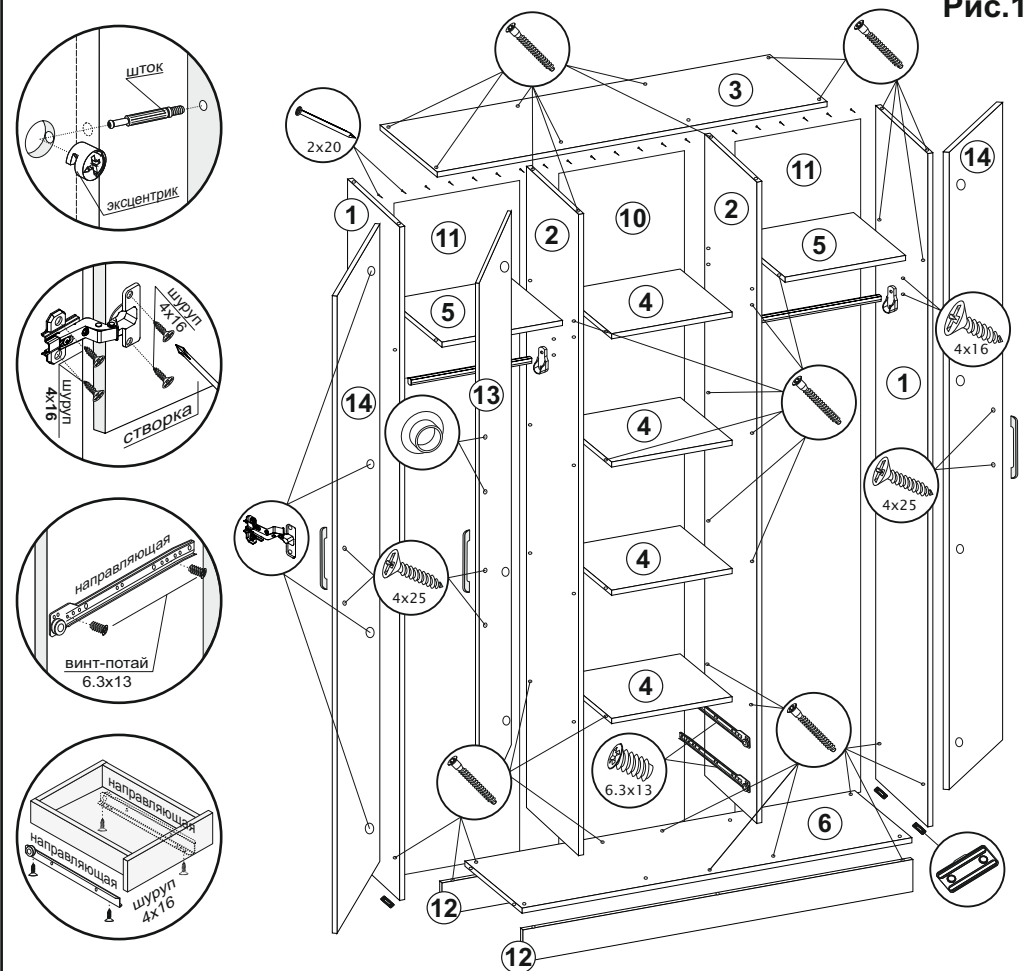

Рис. 1
- К поперечинам (2) прикрутить направляющие винтами 6.3x13 по наметкам (рис. 1).
- Соединить боковины (1), поперечины (2), стяжки (3,4,5,6), крышу (3) и цоколи (12) еврошурупами (рис. 1).
- Перевернуть изделие лицевой частью вниз и измерить диагонали секции (они должны быть равны: ± 2 мм). Прибить гвоздями 2x20 подпятники и заднюю стенку из ДВП (10, 11) (рис. 1).
- Шурупами 4x16 прикрутить скалкодержатели к боковинам (1) и поперечинам (2), затем установить скалку (рис. 1).
- Установить короб шкафа на постоянное место. Навесить створки (13,14), используя петли и шурупы 4x16 (рис. 1). Отрегулировать петли.
- В зависимости от расположения створки (13) (правая или левая), досверлить необходимые отверстия $\varnothing 5$, оставшиеся технические отверстия заглушить мебельными заглушками d5. Прикрутить ручки к створкам (13, 14) шурупами 4x25 (рис. 1).
- Рекомендуем крепить изделие к стене с помощью уголков 20x20 (к поперечинам (2) шурупами 4x16 и к стене дюбель-винтами через ДВП (10)) (рис. 1).**